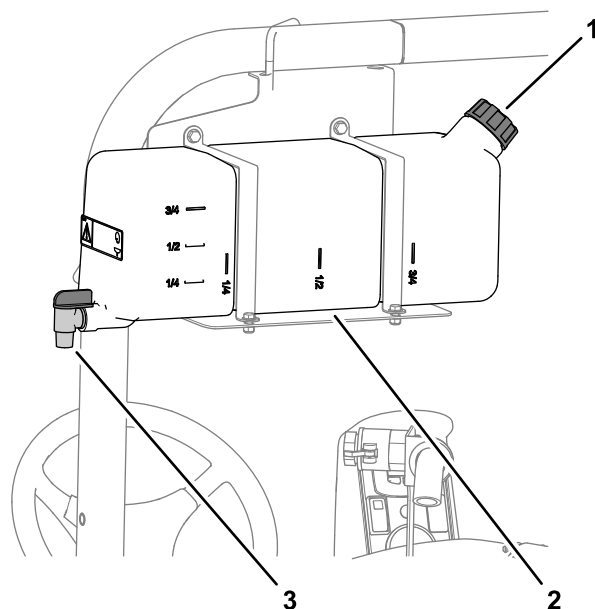

Рисунок 19
- Чтобы заполнить бак, отверните крышку в верхней части бака и залейте в него свежую воду, затем затяните крышку (Рисунок 19).
- Чтобы открыть кран бака свежей воды, поверните рычаг на кране (Рисунок 19).